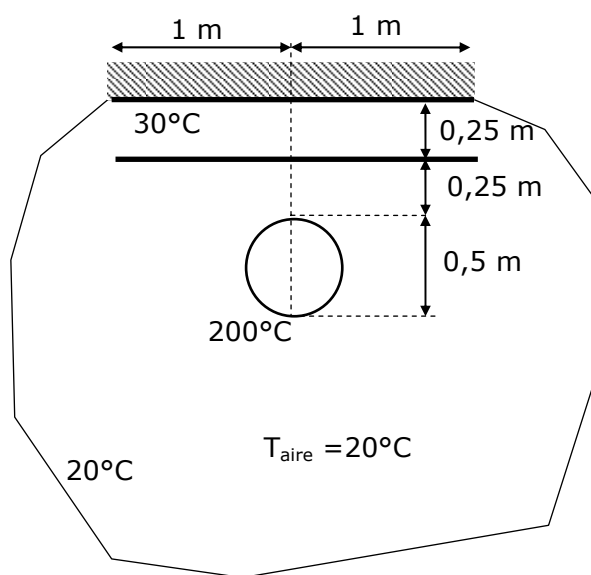

Figura 2
- Se coloca una placa metálica (muy alta conductividad) a modo de pantalla de radiación tal como muestra la figura 2. La cara enfrentada a la pared se puede considerar negra y la enfrentada a la tubería tiene una emisividad ε . La pared desnuda de la tubería puede considerarse también negra. Determinar ε para que la pared se siga manteniendo a 30°C .